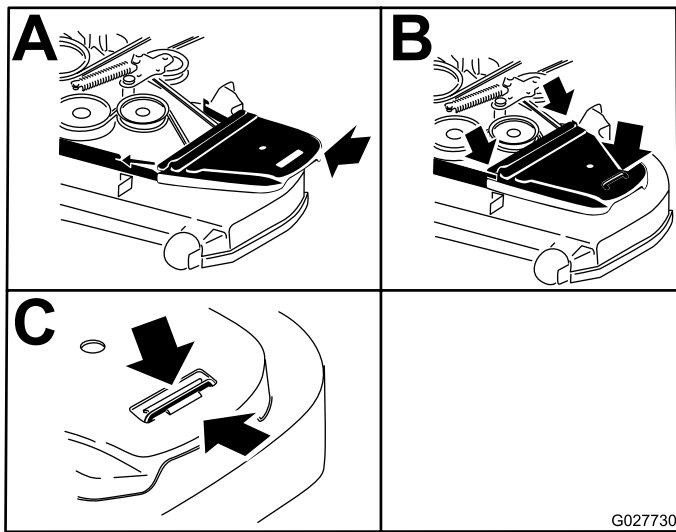

Figura 88
12. Instale las cubiertas de la correa (Figura 88).